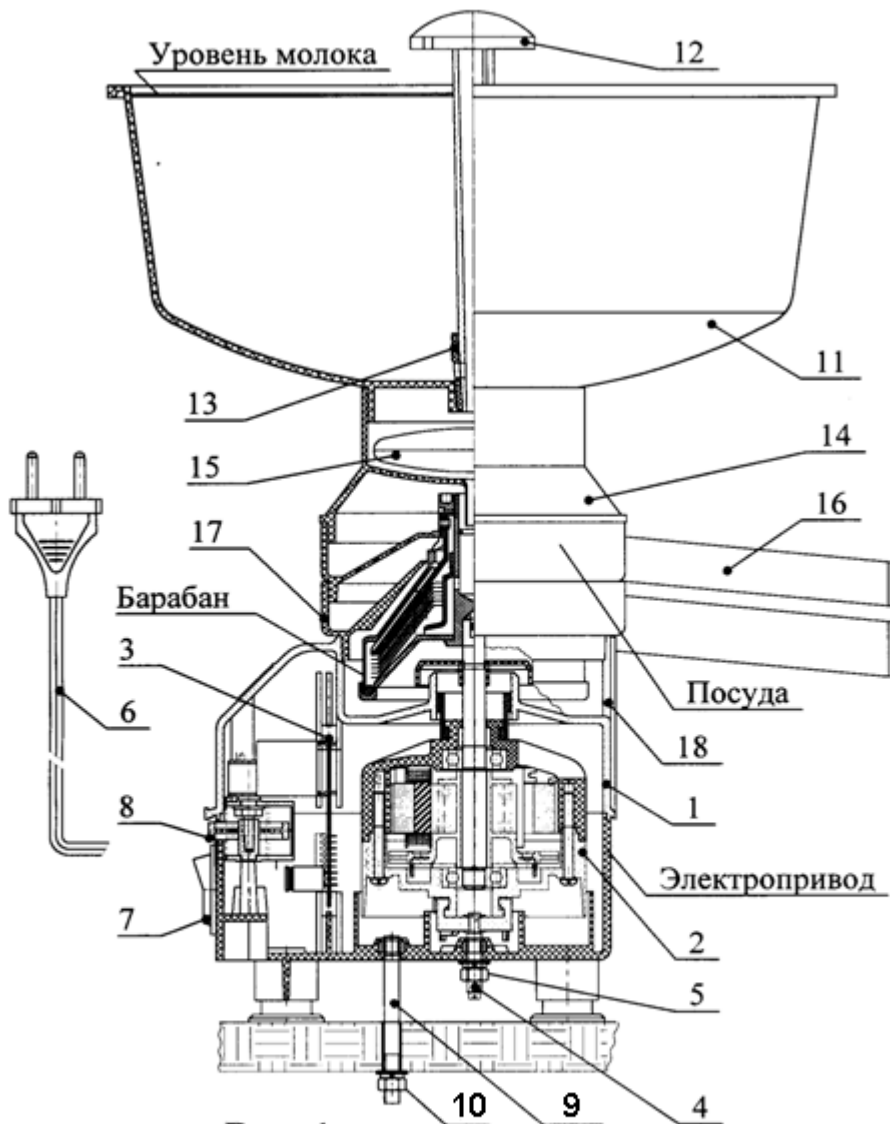

Рис. 1
5.2 Электропривод (рис.1) представляет собой пластмассовый корпус 1, в котором на упругих опорах закреплен электродвигатель 2 с платой управления 3.
Посуда (рис. 1) состоит из молокоприемника 11, крана 12 с пробкой 13, камеры поплавковой 14 с поплавком 15, приемника сливок 16, приемника обраты 17.
6.3 Закрепить электропривод (см. рис.1) на рабочем месте. Для обеспечения вертикальной установки сепаратора и нормальной его работы необходимо установить электропривод на горизонтальную и ровную поверхность стола. Для этого в крышке стола просверлить отверстие диаметром (6,5+1) мм. В основание электропривода ввернуть шпильку 9. Вставить шпильку в просверленное отверстие, электропривод слегка прижать к столу и затянуть гайку 10.
6.5 Установить на электропривод посуду в соответствии с рис.1. Кран молокоприемника должен быть в положении «Закрывать». Приемники сливок и обраты могут быть развернуты в стороны, удобные для работы. Посуда должна быть собрана без перекосов.
6.6 После установки приемника сливок проверить и при необходимости отрегулировать положение барабана по высоте, выдержав размер 3 мм, как показано на рис 2. Регулировка производится специальным винтом 4 (рис. 1) в основании корпуса электропривода. После окончания регулировки, гайка 5 должна быть затянута.
7.3 Для устранения этого режима выключатель 7 (рис.1) установить в положении «0». Звуковой сигнал должен прекратиться. Проверить правильность установки посуды и барабана. Повторить запуск сепаратора (п. 7.1 настоящего «Руководства...»).